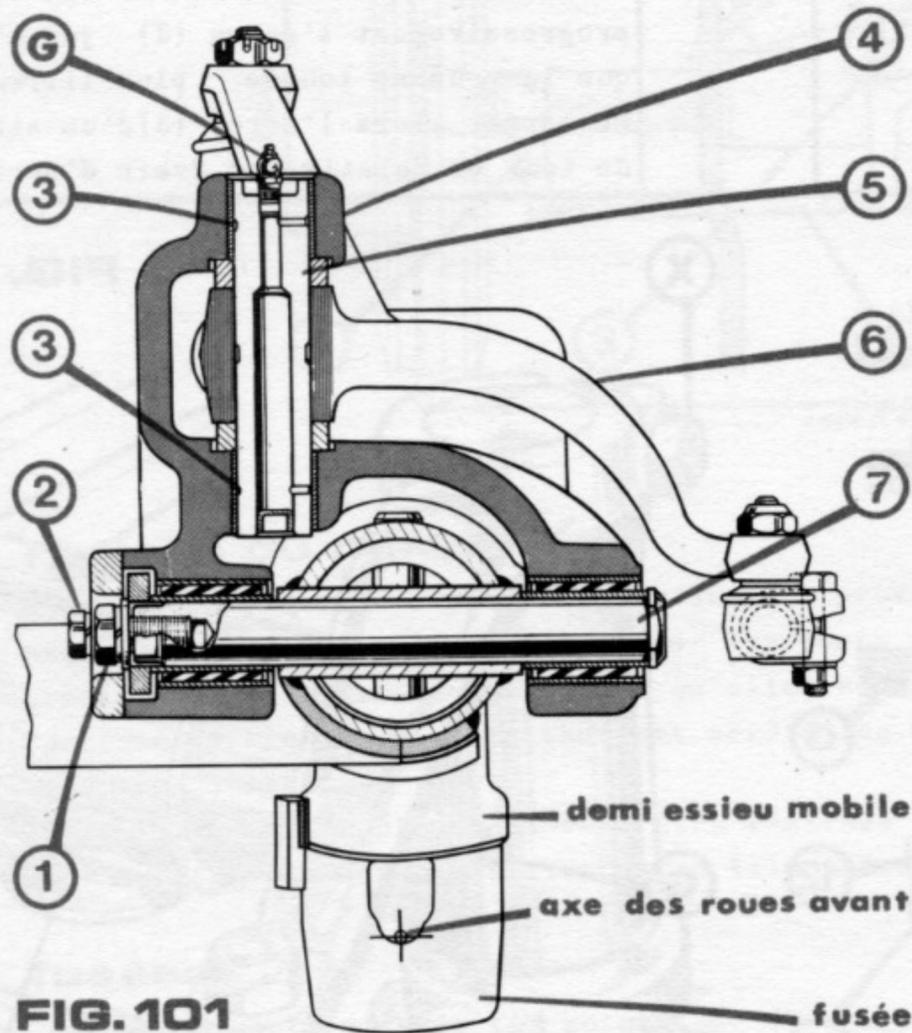

FIG. 101
Le pivot intermédiaire de direction (5) est logé dans le support de train avant (4). Sur cet ensemble (Fig. 101 et 102), il faut noter les cotes suivantes :